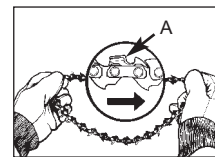

Fig. 4A
1. Leg de ketting in een lus zodat de scherpe kanten (A) RECHTSOM wijzen (fig. 4A).